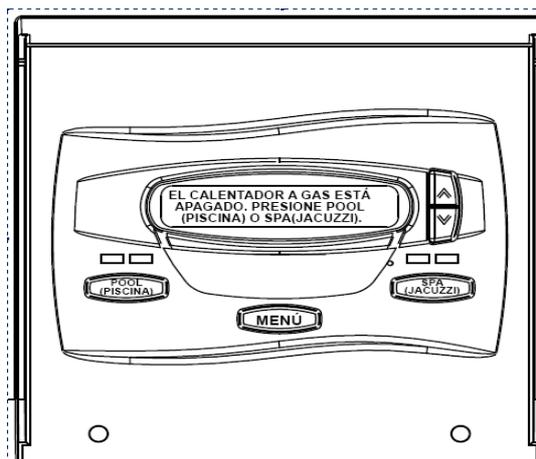

Fig.28-Painel de controle
- 4- Gire a botão de controle da válvula de gás no sentido anti-horário até chegar na posição ON.(FIG 28)